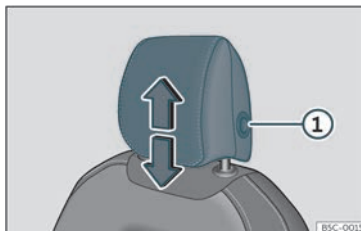
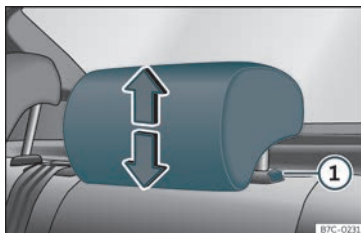

Fig. 106 Sedile anteriore: regolazione del poggiatesta.
Fig. 107 Poggiatesta posteriore: regolazione del poggiatesta.
agire analogamente, premendo il tasto laterale ① >>> fig. 106 >>> fig. 107.
- Premere il pulsante laterale >>> fig. 106 ① e rimuovere il poggiatesta.